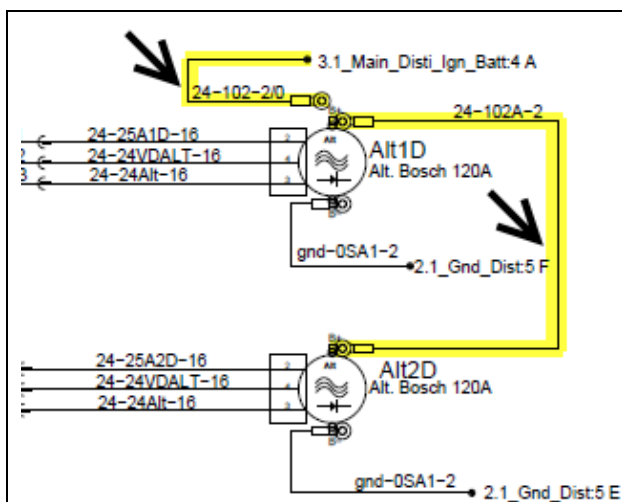

Figure 1 – ALTERNATEURS COTÉ DROIT (2x BOSCH) - CONFIGURATION D'ENTRAÎNEMENT MÉCANIQUE DU VENTILATEUR DE REFROIDISSEMENT
- sur les **bornes positives (+) des alternateurs** et de là jusqu'au bloc de jonction dans le compartiment électrique (Figure 1 à 5).